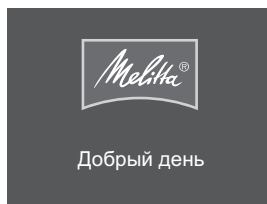

Рис. 5: Приветственная надпись
2. Нажмите на кнопку "Вкл./Выкл." (9).
- » На дисплее появится приветственная надпись (см. Рис. 5).